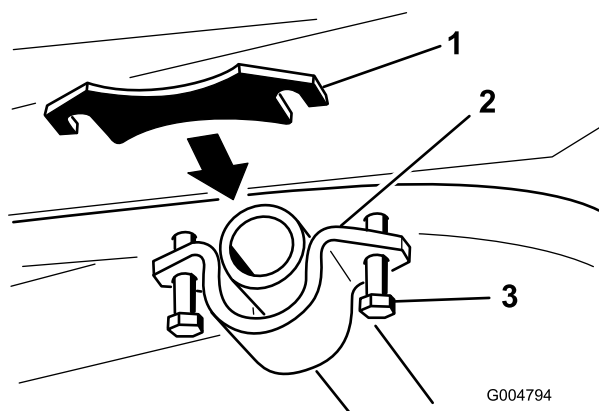

図 22
- ピボットチューブブラケットを固定しているボルトをゆるめてフレームとピボットチューブブラケットとの間に隙間を作る 図 22。